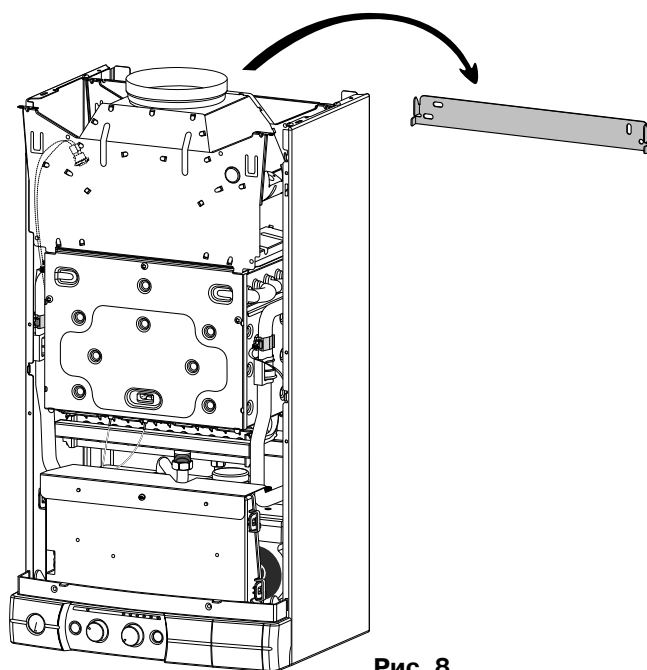

Рис. 8
- Приложите котел к кронштейну и опустите до упора (рис. 8).